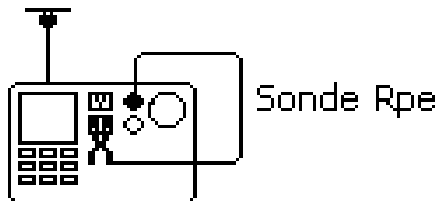

Abbildung 2. Kompensation der Messleitung
- Verbinden Sie die Prüfspitze mit der Messleitung und stecken Sie den Messleitungsstecker in die Buchse **Sonde R_{PE} 10A/200mA**, (siehe Abbildung 2).